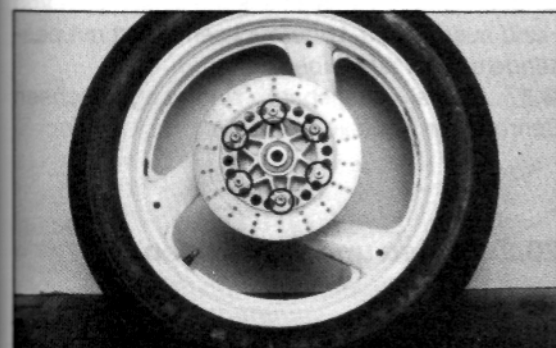

Bild 211
- Zum Ausbau der Bremsscheibe sechs Innen-sechskantschrauben (Bild 211) ausdrehen.